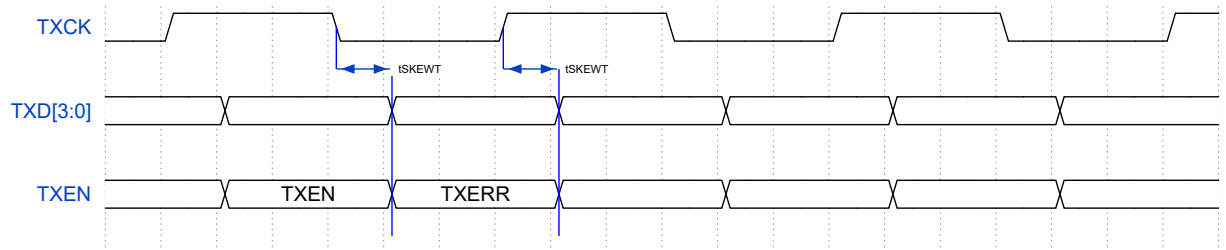
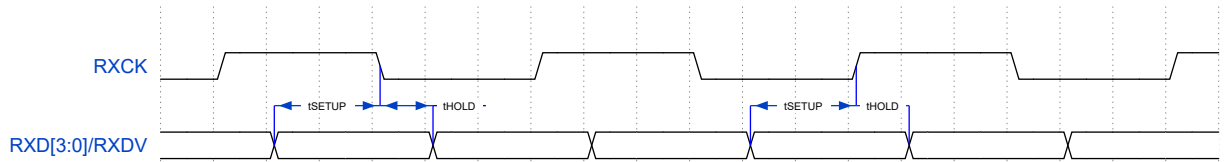

图 22: RGMII 发送信号时序图
图 23: RGMII 接收信号时序图
4.18.1.2 RGMII 接口 RGMII 接口对应时序如图 22,图 23和图 23。